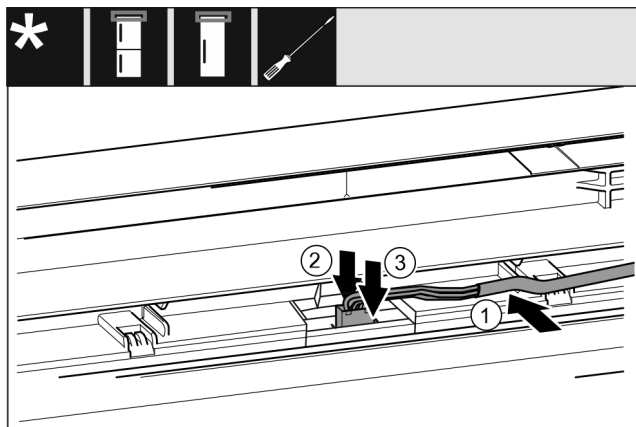

Fig. 39 Kombinált hűtő-fagyasztókészülékek / fagyasztókészülékek / hűtőkészülékek
- ▶ Helyezze be a kábelt Fig. 39 (1) felső ajtóban lévő vezetősínbe.
- ▶ Nyomja hátrafelé a reteszelő bütyköt Fig. 39 (2).
- ▶ Pattintsa be a dugót Fig. 39 (3).